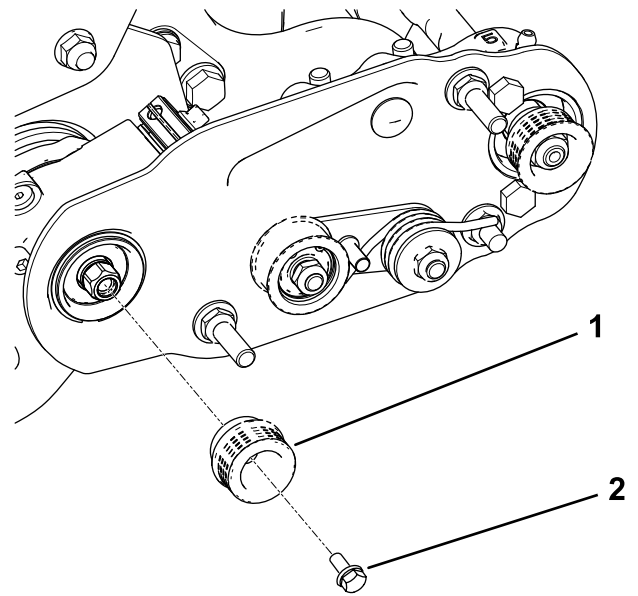

图13
- 把驱动皮带轮安装到疏草刀轴上 图13。
- 为凸缘头螺栓涂抹 242 乐泰胶蓝色并使用该螺栓将皮带轮固定到驱动轴上请参阅 图13。